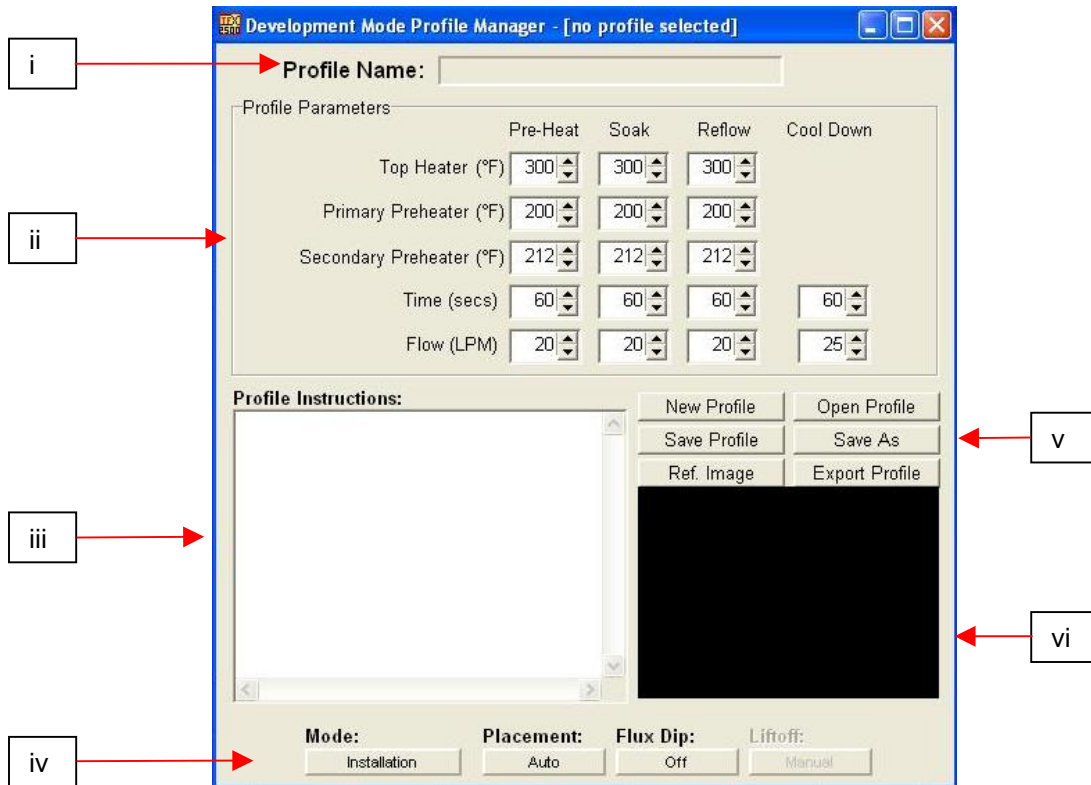

Figure 7a
- xi. Gestion du profil. Pour voir le réglage de la température et de la durée saisi par le développeur. (Fig. 7a)
j. Description de la gestion des profils du mode de production (figure 7a).